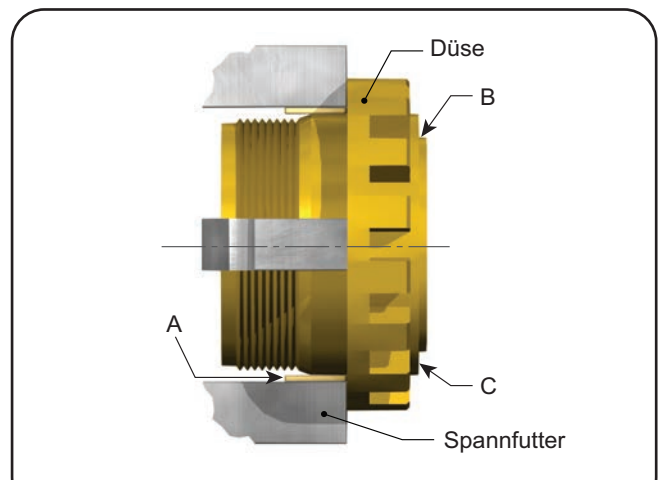

Abbildung 16: Bearbeitung von Düsensitzen
1. Spannen Sie die Düse in ein unabhängiges Vierbackenfutter (oder gegebenenfalls einer Spannzange) ein, mit einem Stück weichen Material wie Kupfer oder Faser zwischen Backen und Düse wie unter A gezeigt (Abbildung 16).
2. Richten Sie die Düse so aus, dass die Flächen „B“ und „C“ innerhalb von 0,03 mm (0,001“) auf der Anzeige liegen (Abbildung 16).